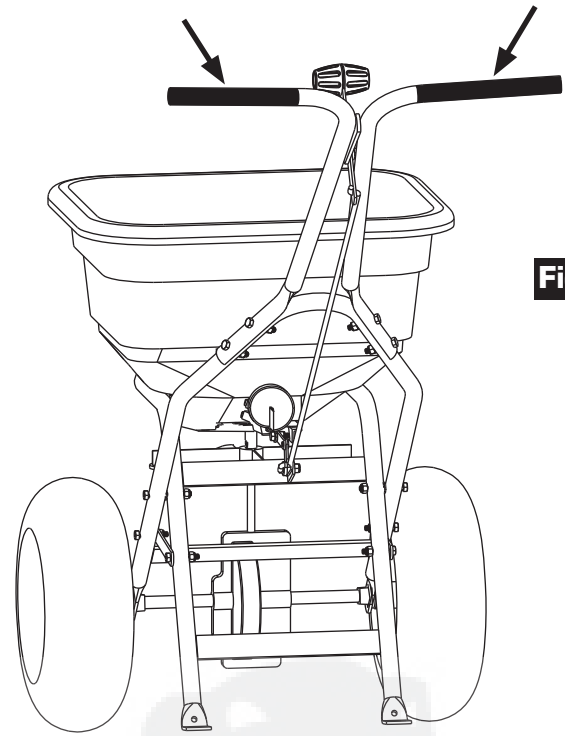

Figure 11
11. Posez les mancherons sur la poignée de l'épandeur, comme illustré dans la figure 11.